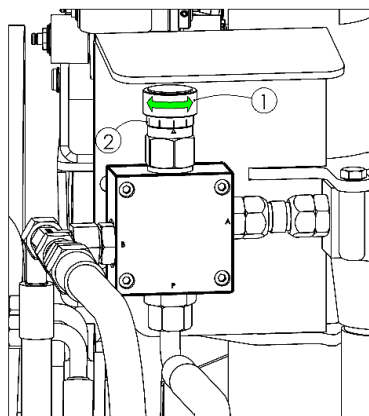

Abbildung 33. Durchflussregler
Der Durchflussregler (**Abb. 33**) ist am vorderen Halter des Wickelmoduls angeordnet (**Abb. 3** - Pos. 18) und dient der Begrenzung der Volumenströmung der Ölanlage an der A-Versorgungsleitung des Ballenwicklers und dem Abwurf des Ölüberschusses an die B-Ablassleitung. Die Regelung erfolgt über einen Drehschalter (1) und Einstellbereich an der Skala (2) liegt zwischen 0 und 10, wo der Wert 0 einer kompletten Sperrung des Durchflusses zur Versorgungsline entspricht und der Wert 10 mit der Strömungsgeschwindigkeit von circa 50 l/Min gleichbedeutend ist. Es wird empfohlen, den Regler im Bereich 7-10 an der Anzeige einzustellen.